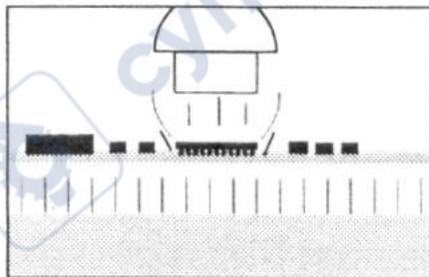

Рис. 1
4. Верхний нагрев, как правило, осуществляется посредством насадки термофена. Равномерный нагрев компонентов особенно важен для мелких деталей (см. рис. 1).